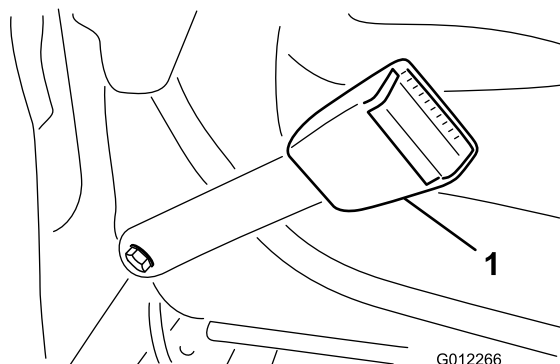

Figura 6
1. Montate l'estremità di ciascun fermo della cintura di sicurezza nei fori sulla parte posteriore del sedile con 2 bulloni (7/16" x 1"), rondelle piane (7/16") e rondelle di bloccaggio (7/16") (Figura 6).